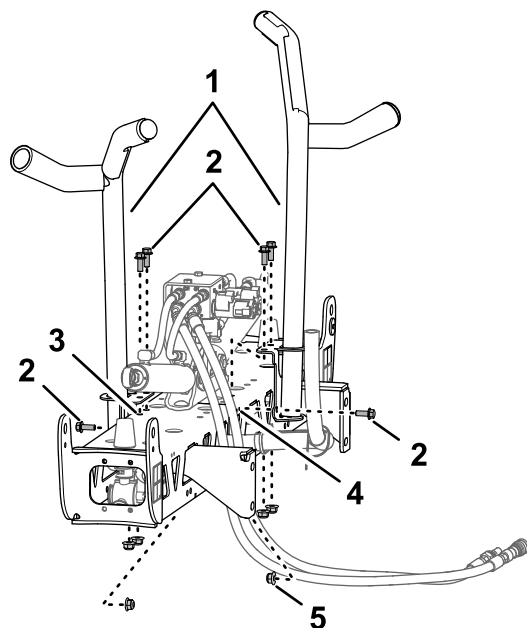
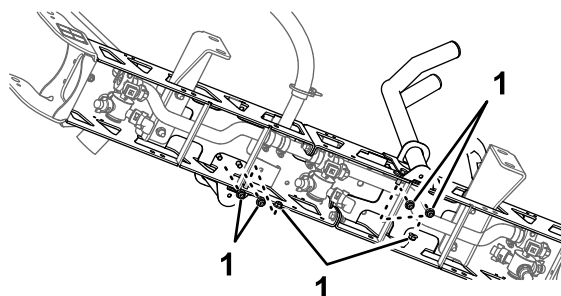

Figura 35
Figura 36
2. Alinai suporturile de transport ale braului la seciunea centrală a braului (Figura 35).
3. Asamblai suporturile pe seciunea braului (Figura 35 i Figura 36) cu 6 uruburi ($\frac{3}{8} \times 1"$) i 6 contrapiulie cu flană ($\frac{3}{8}"$).